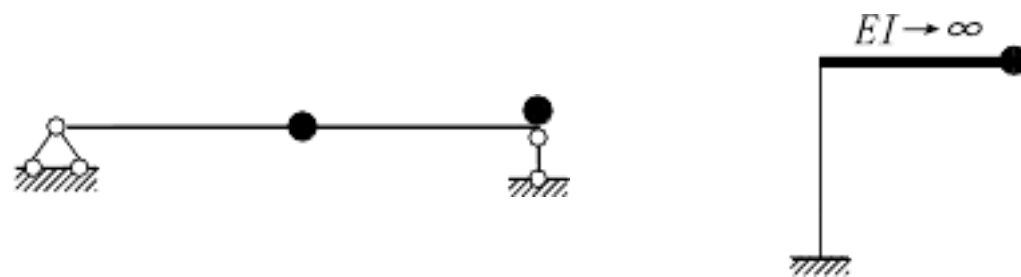

图 1
1. 判断图 1 结构动力自由度的个数, 忽略杆件的轴向变形, 除特殊注明外忽略分布质量。(6分)